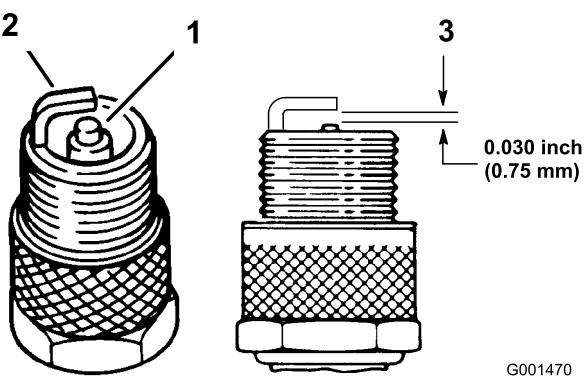

Figure 36
1. Examinez le centre des bougies (Figure 36). Si le bec de l'isolateur est recouvert d'un léger dépôt gris ou brun, le moteur fonctionne correctement. S'il est couvert d'un dépôt noir, c'est généralement signe que le filtre à air est encrassé.
- Contrôlez l'écartement entre l'électrode centrale et l'électrode latérale (Figure 36). Courbez l'électrode latérale (Figure 36) si l'écartement est incorrect.
- Connectez les bougies (Figure 36).